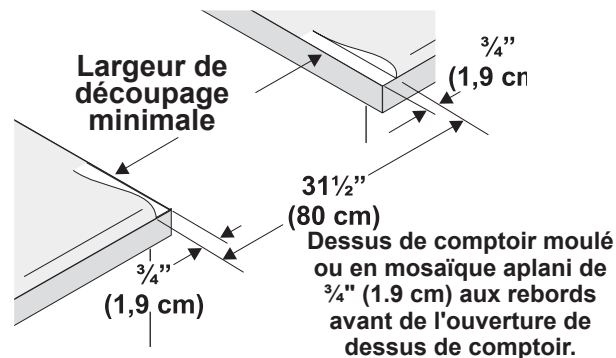

Figure 1
- Les dessus de comptoir au **rebord avant moulé** doivent être aplanis de 3/4" (1,9 cm) à chaque coin avant de l'ouverture (Figure 1).
- Il est possible qu'il soit nécessaire d'araser de 3/4" (1,9 cm) les dessus de **comptoir en mosaïque** à chaque coin avant et/ou d'aplanir le rebord arrondi (Figure 1).